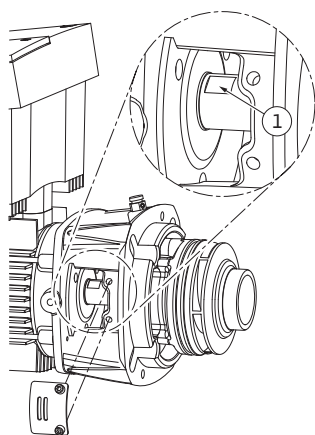

Fig. 54: Kulcsfelületek a tengelyen
15. Vezessen egy kombinált csavarkulcsot (optimális kulcsszélesség: 22 mm) a közdarabablakba, és a kulcsfelületeknél fogva rögzítse a tengelyt (Fig. 54, 1. poz.). Csavarja ki a járókerékanyát (Fig. 7, 15. poz.). A járókerék (Fig. 7, 16. poz.) lehúzása a tengelyről automatikusan megtörténik.
24. A járókerék-szerelés során vezessen egy kombinált csavarkulcsot (optimális kulcsszélesség: 22 mm) a közdarabablakba, és a kulcsfelületeknél fogva rögzítse a tengelyt (Fig. 54, 1. poz.).